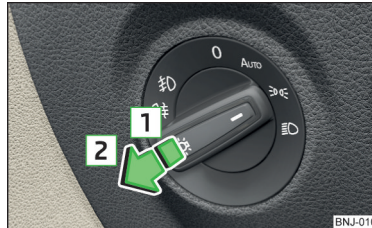

Abb. 48
- Den Lichtschalter in Stellung , **AUTO** oder  » Abb. 48 drehen.
- Den Lichtschalter in Stellung  bzw. **AUTO** oder  » **Abb. 48 auf Seite 64** drehen.